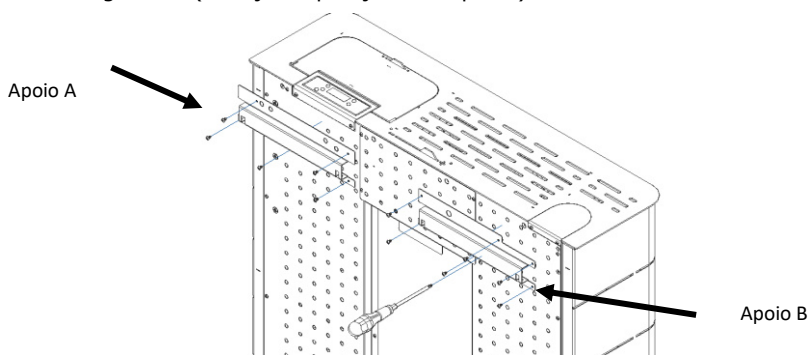

Figura 96 - Fixação dos apoios A e B
a) Fixar as calhas de apoio A e B no equipamento utilizando 11 parafusos A tal como demonstra a Figura 96 (Atenção a posição dos apoios).